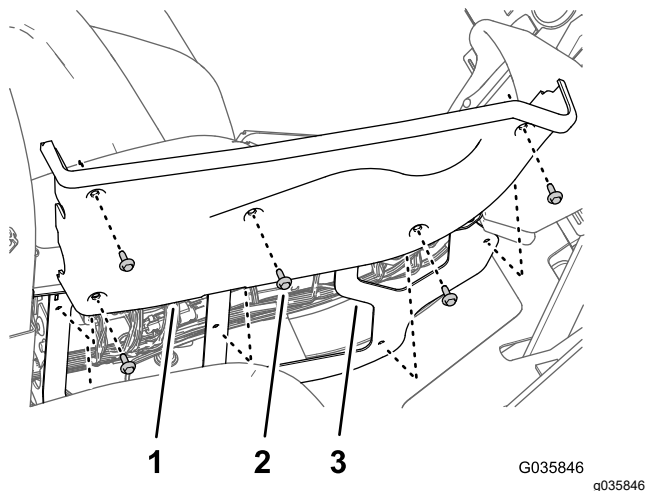

Figura 38
1. Retire os cinco parafusos de cabeça flangeada ($\frac{1}{4}$ pol. x $\frac{3}{4}$ pol.) que prendem a cobertura do lado direito à consola central (Figura 38).
6. Alinhe os orifícios na cobertura do lado direito com a estrutura na consola central (Figura 38).
7. Prenda a cobertura lateral na consola central (Figura 38) com os cinco parafusos de cabeça flangeada ($\frac{1}{4}$ pol. x $\frac{3}{4}$ pol.) que retirou no passo 1.